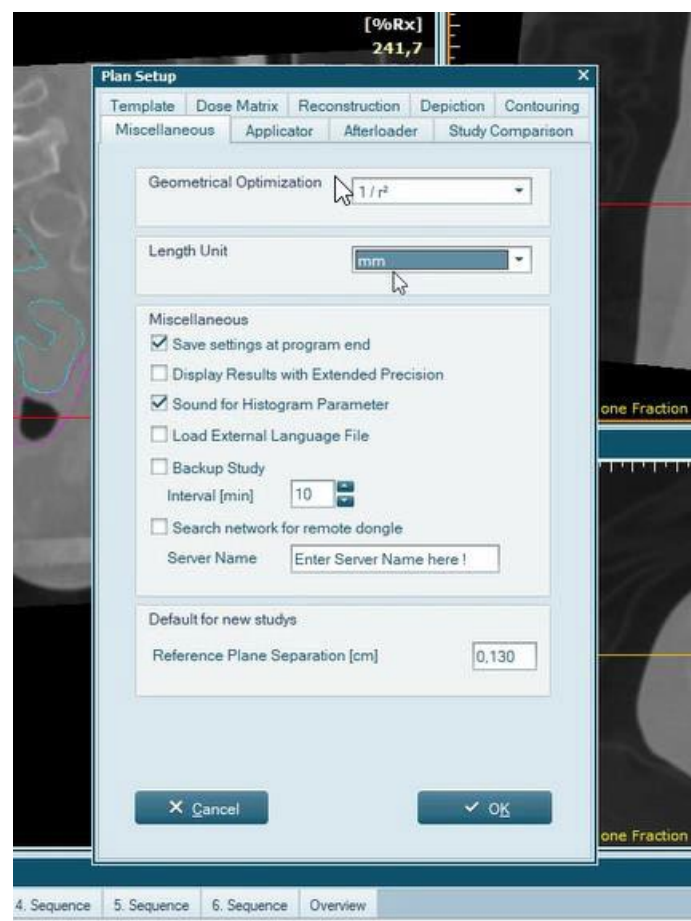

Figura 3 Seção *Plan Setup*, em *Miscellaneous*, a *Length Unit*.
2. Caso contrário, na seção *Plan Setup*, em *Miscellaneous*, verifique se a *Length Unit* está definida como centímetros (consulte a Figura 3). Com esta configuração, não haverá problemas ao importar imagens de TC (a Etapa 3 não é necessária).